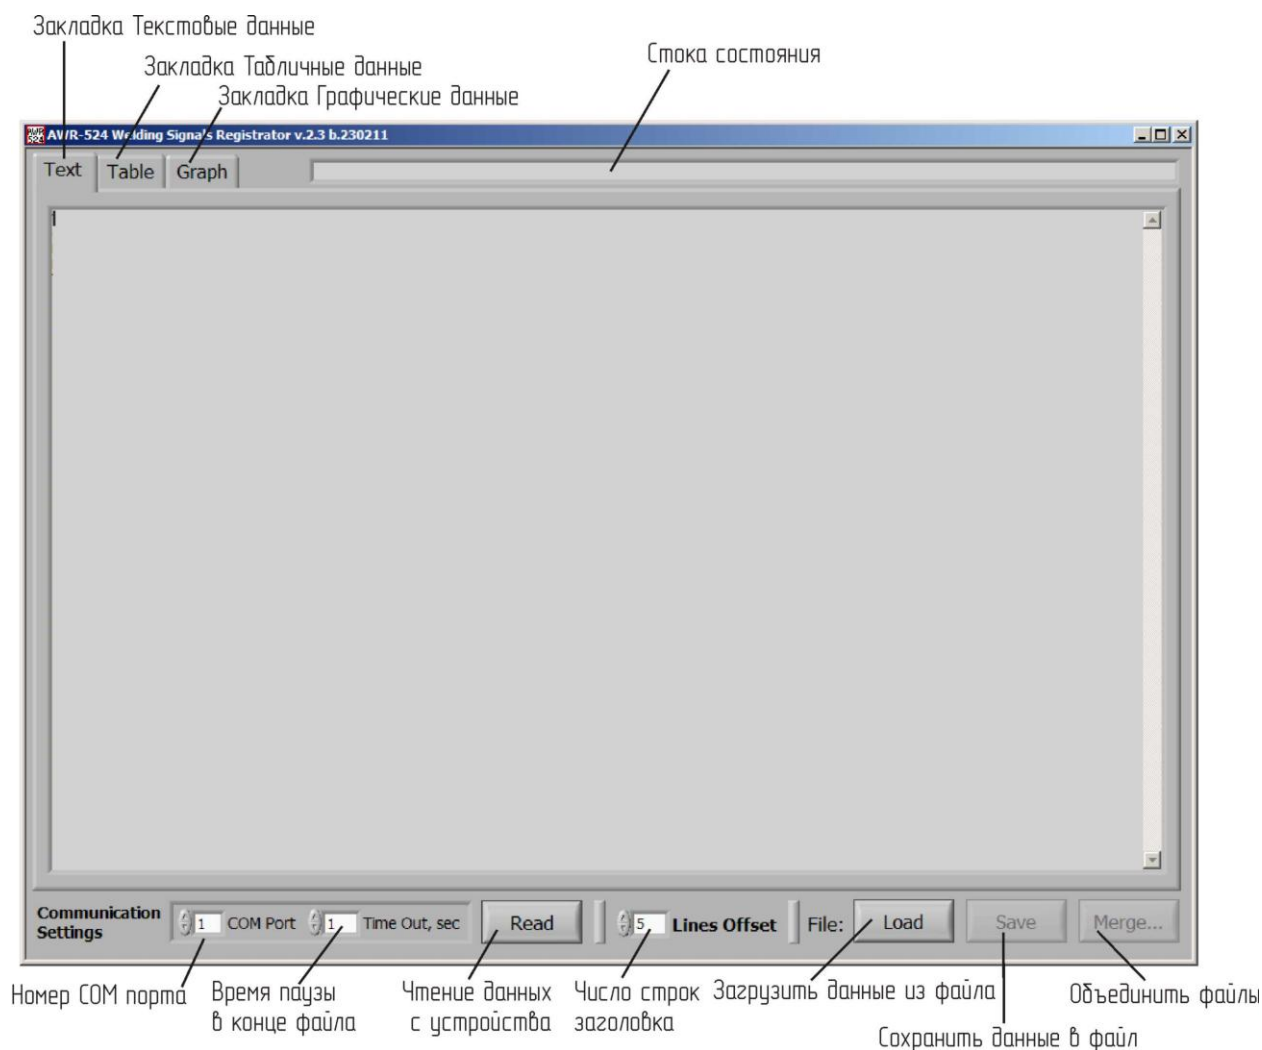

Рис. 2. Основное окно программы
Для установки программы необходимо запустить файл Setup.exe. Основное окно программы показано на Рис. 2 и содержит три основных закладки:
1. После появления основного окна программы (**Рис. 2**) необходимо установить в окне «Номер СОМ-порта» СОМ-порт к которому подключен регистратор.